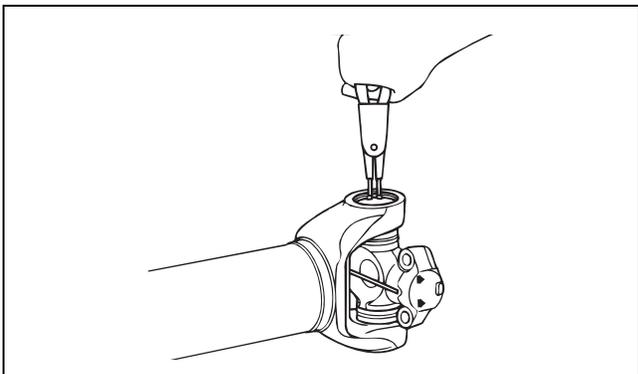

Figura 5
2. Use pinzas para anillo retén (herramienta número J-44676-1) para retirar los anillos retén. Figura 5.